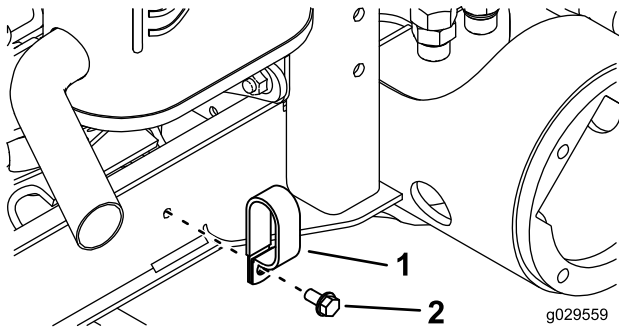

Figure 2
1. Retirez le boulon qui fixe le collier de flexible au profilé du cadre, sur le côté droit de la machine (Figure 2).